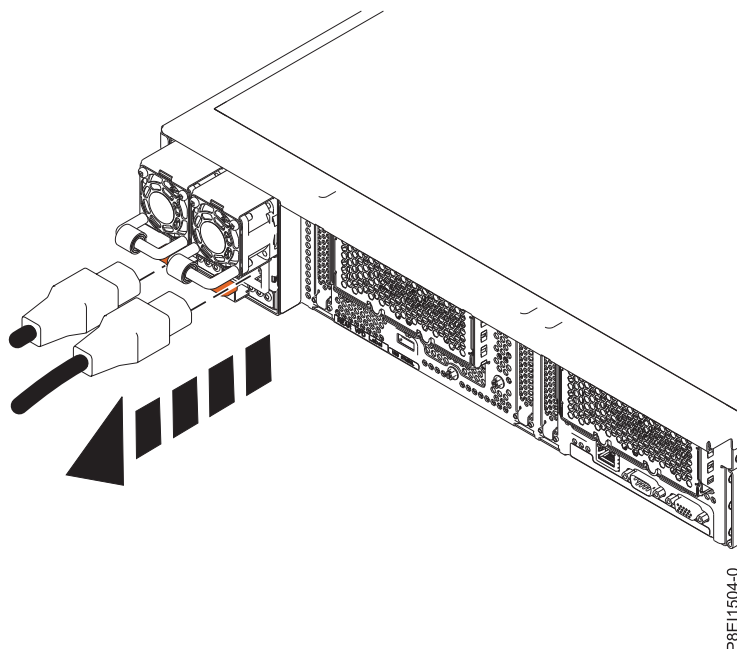

図 49. システムからの電源コードの取り外し
4. 電源コードをシステム装置から切り離します。図 73 ページの図 49 を参照してください。